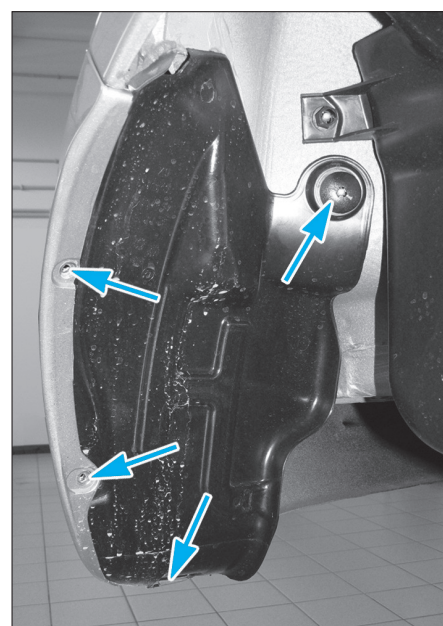

FIG. 110
- Positionner le véhicule sur un pont élévateur, puis de chaque côté, déposer les pare-boue (Fig.110).